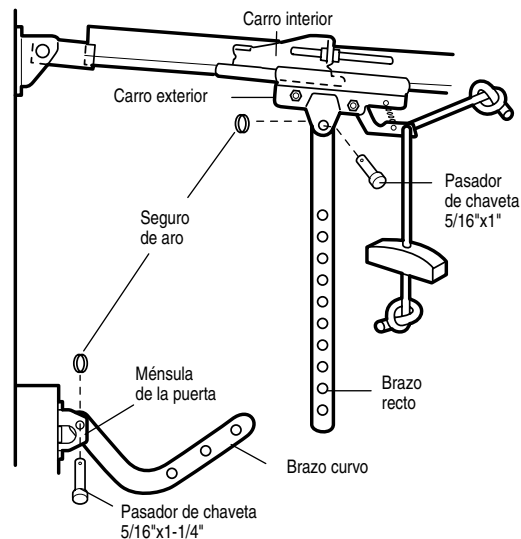

Figura 1
- Marque y taladre dos orificios de 8 mm para los sujetadores a la derecha y a la izquierda. Sujete la ménsula al refuerzo vertical (si éste existe), como se muestra en la figura 1.
- **Figura 1:**